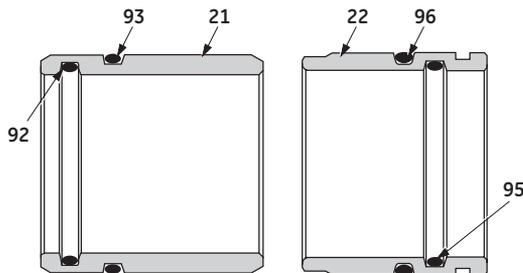

Figura 4 - Disposición opcional de la junta tórica
- E. Los componentes que deben salir con el eje (19) son: el empaque (17), el anillo de la caja de empaque (23 o 100), el tubo espaciador (20) y el buje guía superior (21).
**Nota:** Es posible que el tubo espaciador (20) y el buje guía superior (21) permanezcan en el cuerpo. Deben quitarse. El tubo espaciador (20) solo se puede quitar tirando del extremo del casquete del cuerpo. El casquillo guía superior (21) se puede empujar a través del cuerpo después de retirar el tapón o tirar a través del extremo del casquete del cuerpo. En las válvulas diseñadas para uso en servicio en pastas aguadas o líquidos viscosos, el buje guía superior tiene una junta tórica interna (92) y una junta tórica externa (93), y el casquillo guía inferior tiene una junta tórica interna (95) y una junta tórica externa (96). (Consulte la Figura 4).